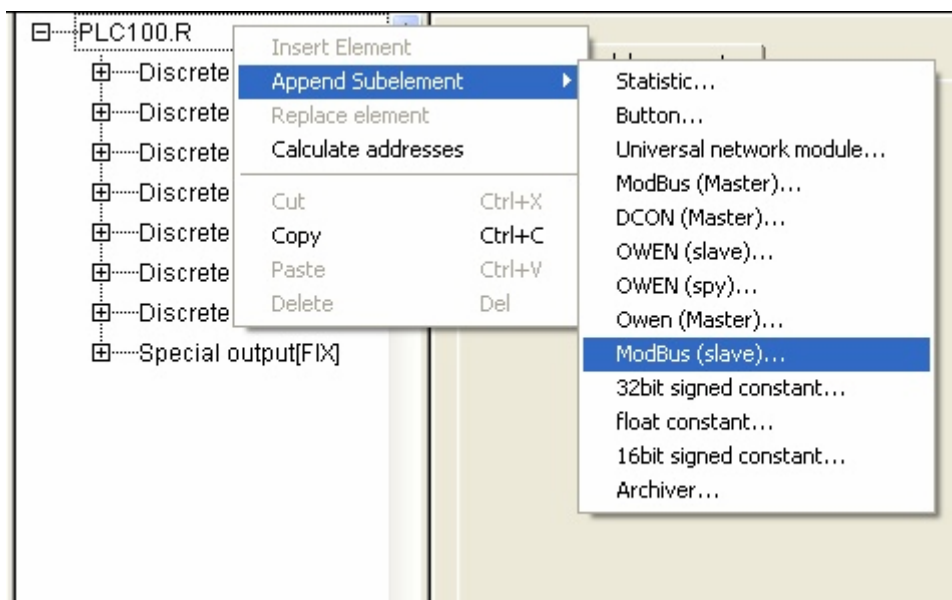

Рис.1.1
- 2) На вкладке «Ресурсы» («Resources»), выбрать «Конфигурация ПЛК» («PLC_Configuration»), и добавьте модуль Modbus(slave) к базовой конфигурации (Рис.1.1).